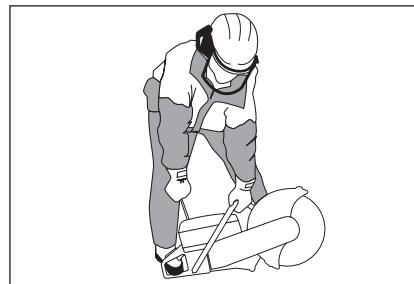

Рис. 12
- Возьмитесь за переднюю рукоятку левой рукой. Поставьте правую ногу на нижнюю часть задней рукоятки, прижимая машину к земле. Потяните за ручку стартера правой рукой, пока двигатель не запустится (рис. 12). Никогда не накручивайте пусковой шнур вокруг руки.